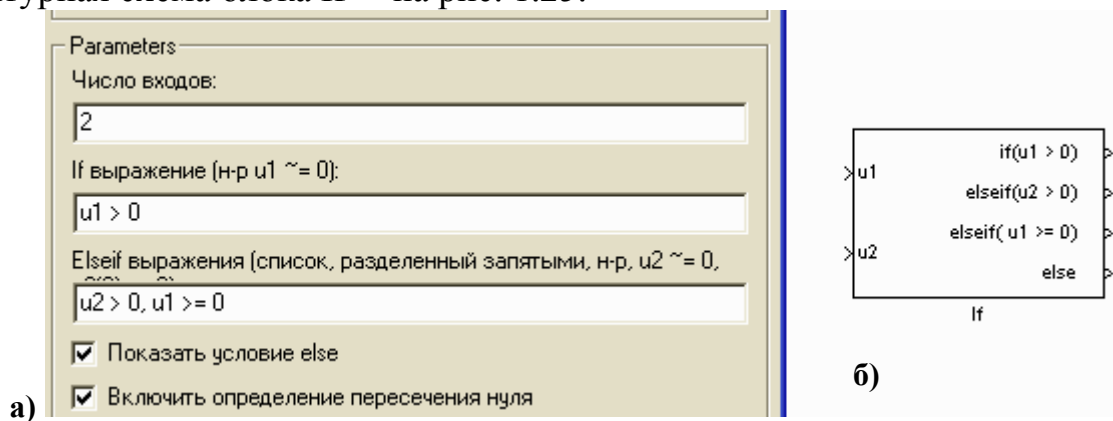
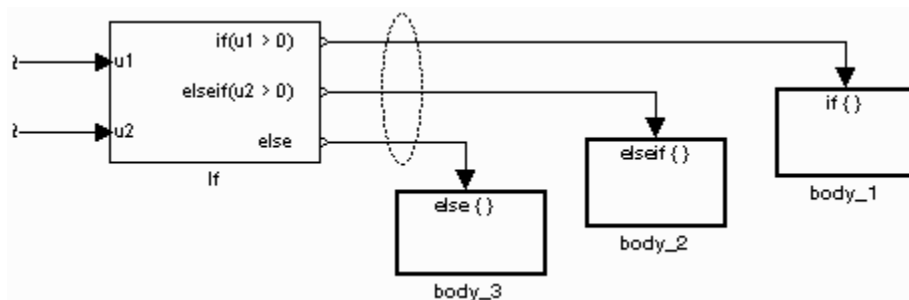

Рис. 1.24. Параметры (а) и внешний вид (б) блока If
Рис. 1.25. Структурная схема, поясняющая работу блока If
6. Параметры и внешний вид блока If представлен на рис. 1.24, структурная схема блока If – на рис. 1.25.
Выражение If – запускает Подсистему действия, присоединенную к первому выходному порту (u1, выполняются действия body_1, см. рис. 1.25).
Выражение Elseif – запускает Подсистему действия, присоединенную ко второму выходному порту (u2). Количество выходных портов Elseif в блоке If равно числу разделенных запятыми Elseif выражений введенных в диалоге (см. рис. 1.24).